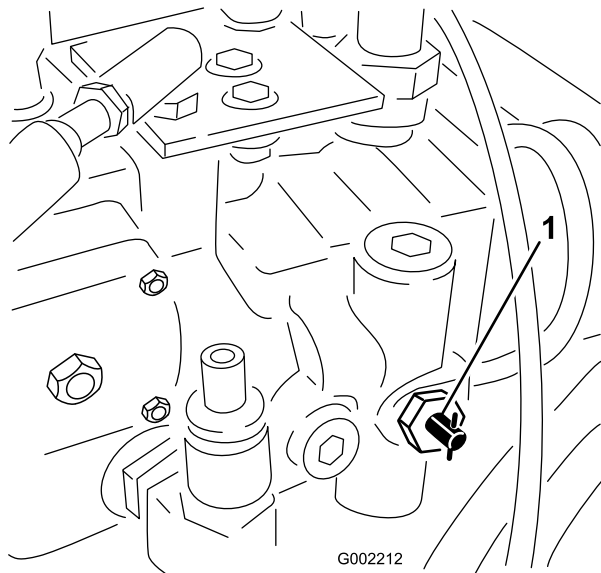

図 25
1. 牽引用バルブ（図 25）を左または右に 90 度回転させて開きます。